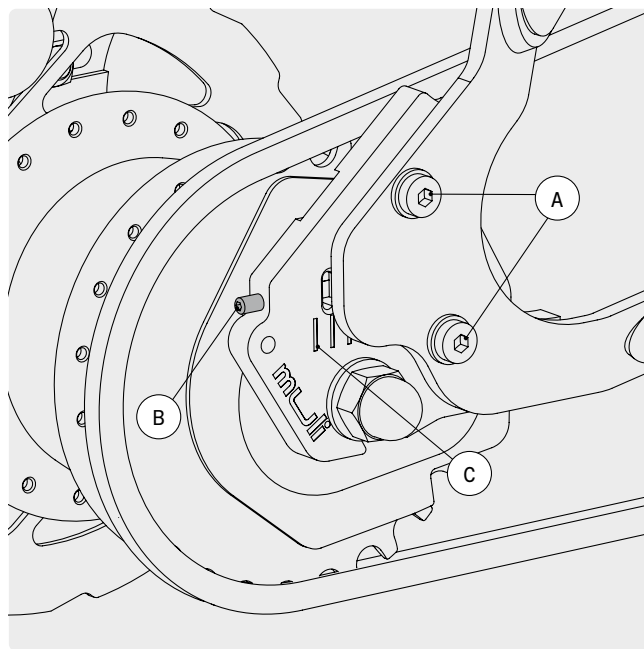

ABB. 45
An der Hinterradnabe befinden sich zwei gelbe Markierungen (Abb. 45). Diese beiden Markierungen sollten im vierten bzw. im sechsten Gang genau gegenüberliegen (Abb. 43).
- 1 Lösen Sie die beiden M6 Innensechskantschrauben A an der Aufnahme des Ausfallendes mit einem 5er Sechskantschlüssel (Abb. 45).